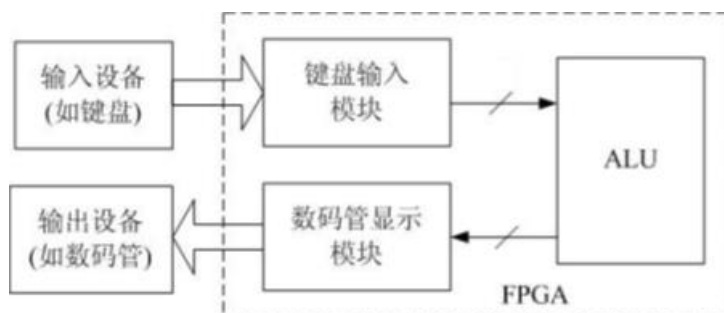

图 2 电路基本结构
1. 使用模块化和层次化设计方式完成电路设计。电路基本结构如图 2 所示。
1) 设置 JTAG 连接模式。连接 FPGA 实验板；点击 JTAG Chain Configuration 框内的 Setup...按钮，将 Hardware 设为 USB-Blaster 模式。见附图 2。
2) 添加 sof 文件。点击 JTAG Chain Configuration 框内 SOF Manger 对应的“...”按钮，找到 sof 存放路径，双击 sof 文件，完成添加任务。见附图 2。
附图 2 JTAG 设置窗